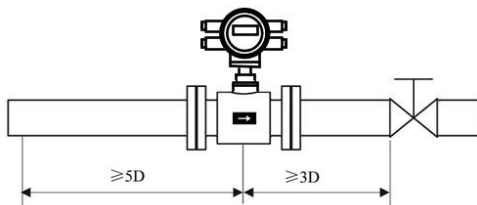

图 9 阀门位于传感器下游的安装
- 为确保流量计的测量精度，建议应保证传感器上游直管段长度至少应为 5 倍管径(5D)，下游直管段长度至少应为 3 倍管径(3D)。(参见图 8、图 9)